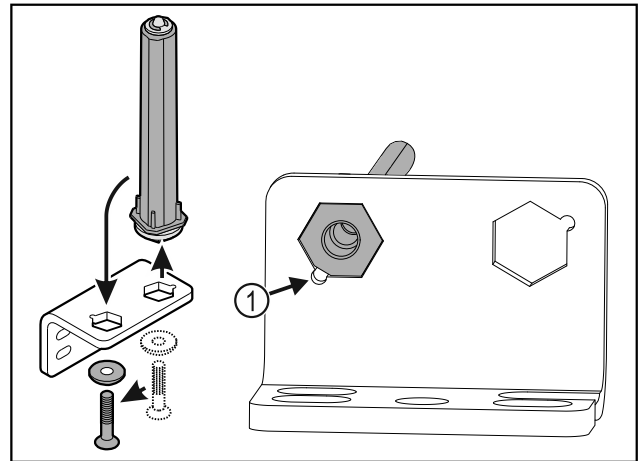

Fig. 35
- ▶ Проследите за тем, чтобы при установке скос пальца Fig. 35 (1) указывал в направлении круглого отверстия.